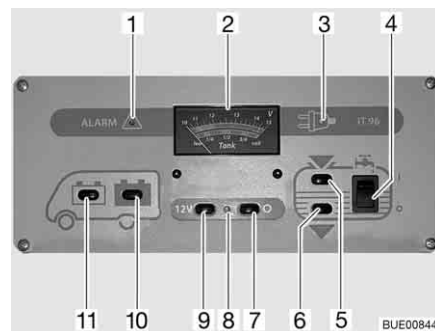

Fig. 140 Panel IT 96-2
El interruptor principal de 12 V (Fig. 140,7 y 9) conecta y desconecta el panel y la alimentación de 12 V del habitáculo.
- Pulsar el interruptor (Fig. 140,9) "12 V": La alimentación de 12 V del habitáculo está conectada. La luz de control (Fig. 140,8) se enciende de color verde.
- Pulsar el interruptor (Fig. 140,7) "O": La alimentación de 12 V del habitáculo está desconectada. La luz de control (Fig. 140,8) se apaga.
Observar la escala superior del instrumento indicador V/depósito (Fig. 140,2). El instrumento indicador se ilumina automáticamente al accionar el interruptor.
- Pulsar el interruptor (Fig. 140,11) "موتور": Indica la tensión de la batería del motor de arranque.
- Pulsar el interruptor (Fig. 140,10) "محملة": Indica la tensión de la batería del habitáculo.
Observar la escala inferior del instrumento indicador V/depósito (Fig. 140,2). El instrumento indicador se ilumina automáticamente al accionar el interruptor.
- Pulsar el interruptor (Fig. 140,5) : Indica la cantidad de agua.
- Pulsar el interruptor (Fig. 140,6) : Indica la cantidad de aguas residuales.
Conectar: ■ Pulsar el interruptor basculante (Fig. 140,4) por arriba "I": El suministro de agua está conectado.
Desconectar: ■ Pulsar el interruptor basculante (Fig. 140,4) por abajo "O": El suministro de agua está desconectado.
La luz roja de "ALARMA" (Fig. 140,1) parpadea en cuanto la tensión de la batería del habitáculo baja de 11 V (medición durante el servicio) y hay peligro de descarga completa.
Se enciende la luz de control de 12 V (Fig. 140,8) cuando se conecta el interruptor principal de 12 V (Fig. 140,9).
Se enciende la luz de control de 230 V (Fig. 140,3) amarilla cuando hay tensión de red en la entrada del bloque eléctrico.